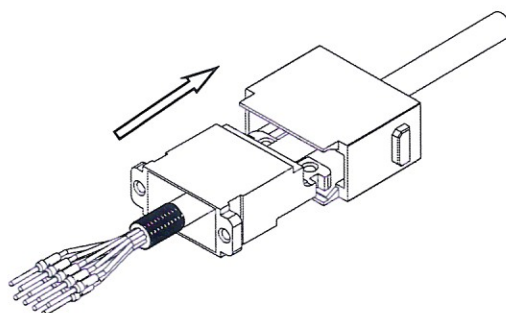

Рисунок 35 – Установка адаптеров
14.3 Сдвинуть адаптер пластиковый и адаптер металлический на кабель (рис. 35).